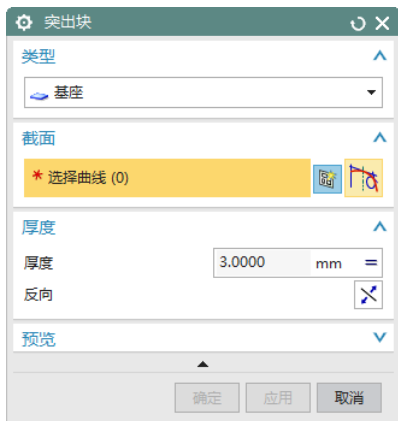

图 5-5 “突出块”对话框
(1) 选择“菜单(M)”→“插入(S)”→“突出块(B)”，或者单击“主页”选项卡“基本”面组上“突出块”按钮，打开如图 5-5 所示“突出块”对话框。